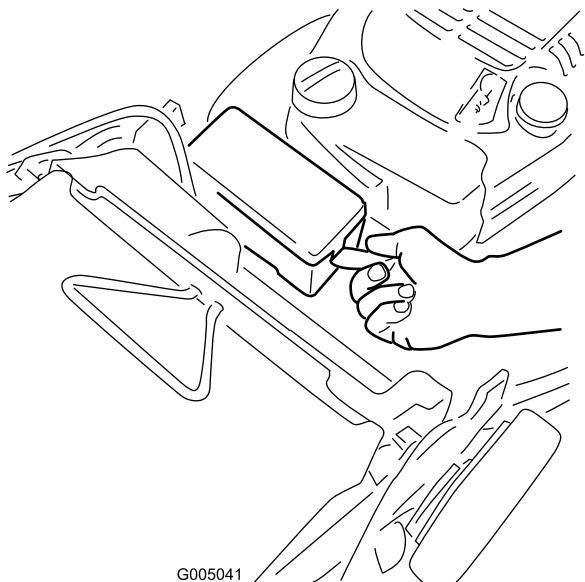

Figura 6
1. Desenganche ambos extremos de la tapa de la batería y retírela (Figura 6).